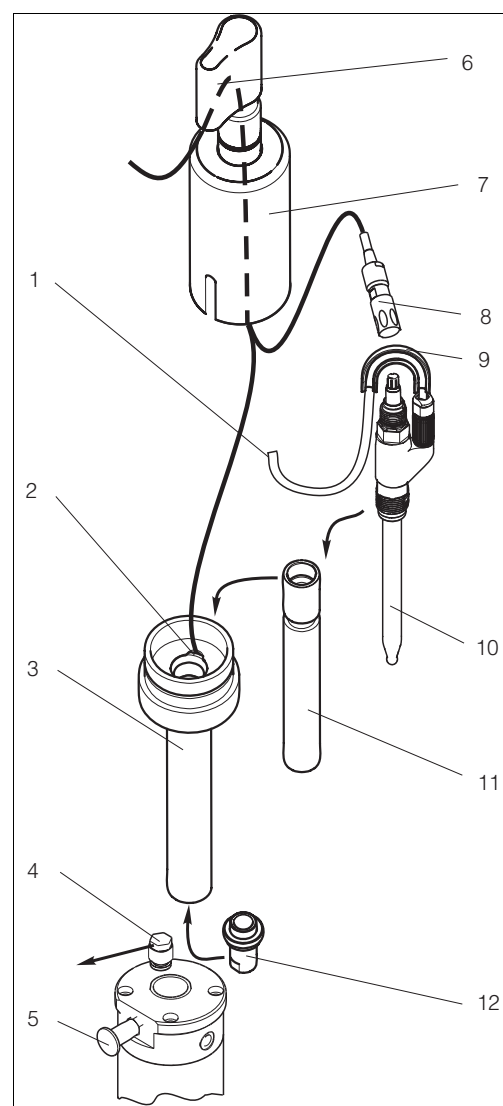

Fig. 16: Instalación del sensor con electrolito líquido KCl
1. Retire la capucha de protección contra salpicaduras (Fig. 16, núm. 6) y el capuchón del electrodo de KCl (núm. 7) incluido el tubo de protección del portasondas.
- a. Desenrosque el casquillo de fijación (nº12) del tubo interior (pos. 11) y extraiga el tubo interior de la tubería retráctil.